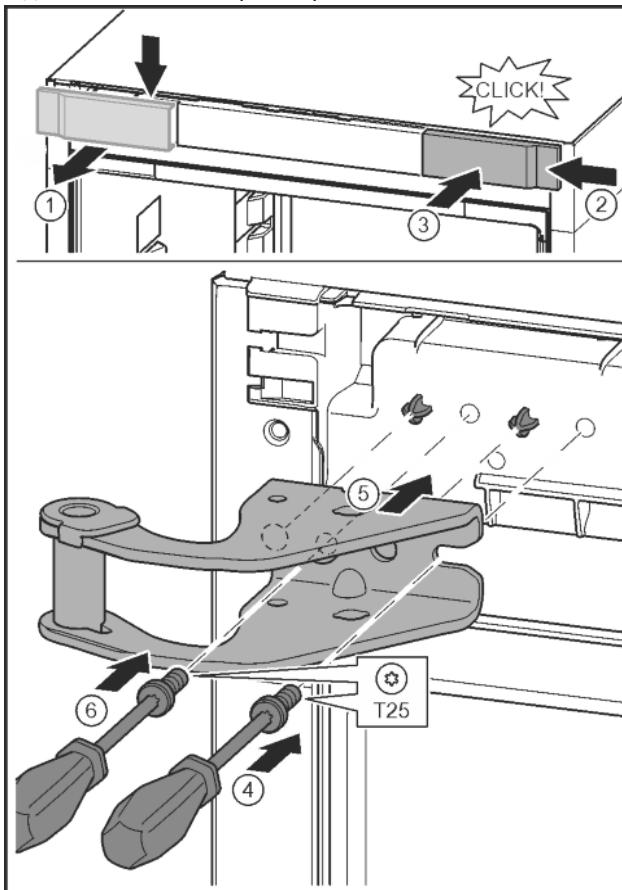

Fig. 9
- Відпустіть кришку та зніміть збоку. Fig. 9 (1)
- Почепіть кришку, що повернута на 180°, з іншого боку праворуч. Fig. 9 (2)
- Зафіксуйте кришку. Fig. 9 (3)
- Встановіть гвинт за допомогою викрутки T25. Fig. 9 (4)
- Встановіть верхній опорний кронштейн. Fig. 9 (5)
- Закрутіть гвинт. Fig. 9 (6)
- Встановіть та закрутіть гвинт за допомогою викрутки T25. Fig. 9 (6)